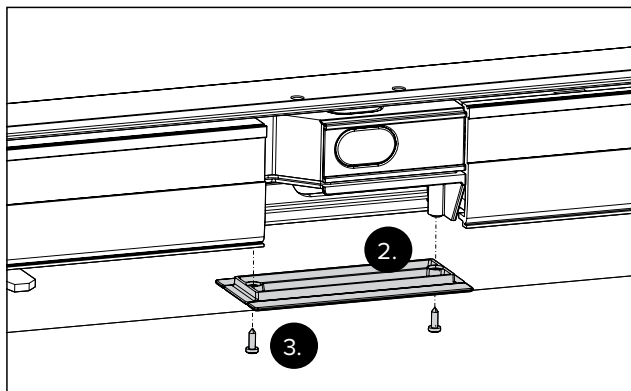

Рис. 31 Установка заглушки
2. Установите заглушку (рис. 31).
3. Затяните винты (рис. 31).